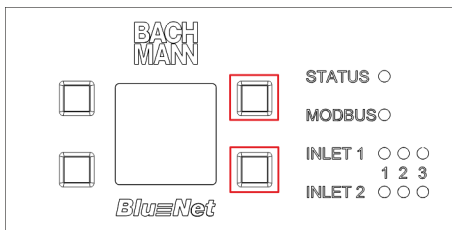

Abb. 83: Display mit Bedientasten
**1.** Die zwei Tasten rechts neben dem Display drücken und gedrückt halten (Abb. 83/rote Markierung).
**4.** Die zwei Tasten rechts neben dem Display loslassen (Abb. 83/rote Markierung).